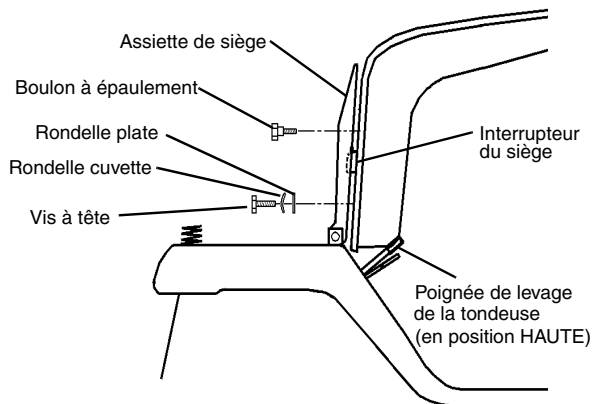

FIGURE 3
- Installer les boulons à épaulement au travers de l'assiette du siège et dans les deux trous supérieurs du siège (voir FIGURE 3). Serrer fermement.